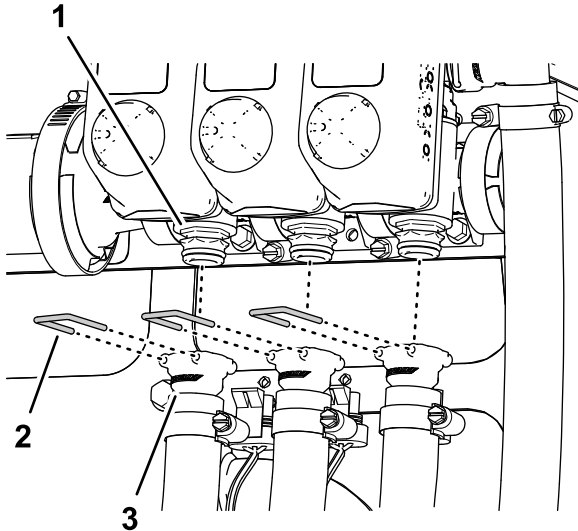

Рисунок 37
- Снимите держатели, которые крепят быстроразъемные соединители левого, среднего и правого шлангов подачи, с быстроразъемных соединителей клапанов секций опрыскивателя (**Рисунок 37**).
- Отсоедините шланги подачи левой, средней и правой секций от быстроразъемных соединителей клапанов секций опрыскивателя и снимите эти шланги с машины (**Рисунок 37**).